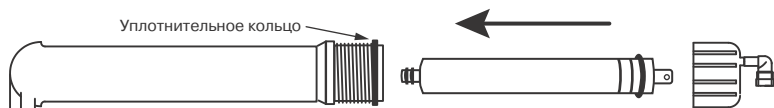

Рис. 15
1. Установите префильтр(ы). Первый префильтр (маркировка на колбе PREFILTER) уже установлен во всех моделях. В во вторую колбу (маркировка CARBON) установите угольный картридж. В третью ступень (SEDIMENT) установите механический префильтр. Картриджи, соответствующие ступеням очистки для каждой модели фильтров, перечислены в таблице на стр. 15. Для установки картриджа необходимо раскрутить колбу при помощи ключа (10). Аккуратно снимите защитную пленку с картриджа и установите его в колбу. Обратите внимание на маркировку “THIS END NEXT TO VESSEL THREADS” на верхней крышке картриджа. Закрутите колбу вручную, без применения ключа, не прикладывая чрезмерных усилий.
2. Установите мембрану. Для этого отсоедините трубку (H) от быстроразъемного коннектора крышки мембраны. Открутите крышку колбы мембраны (маркировка MEMBRANE). Смажьте силиконовой смазкой резиновые уплотнения мембраны. Установите мембрану в корпус согласно **рис. 15**. Смажьте силиконовой смазкой уплотнение крышки колбы мембраны и аккуратно установите его на колбу. Закрутите крышку колбы мембраны и пристыкуйте трубку (H). Следите, чтобы уплотнительное кольцо крышки колбы было установлено на колбе без перекосов.